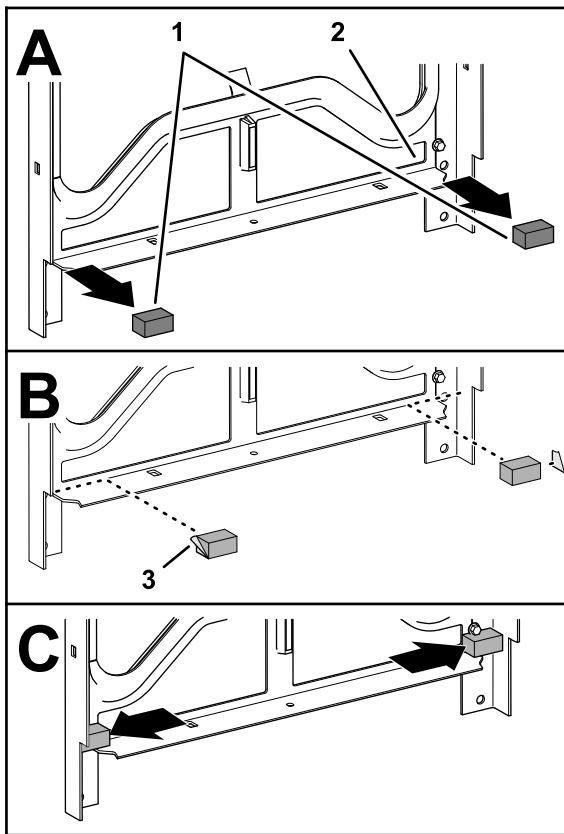

Bild 25
- Entfernen Sie die beiden Schaumstoffdichtungen an den unteren, inneren Ecken des Befestigungsrahmens (Bild 25).
- Reinigen Sie die Oberfläche des Rahmens, von der Sie die Dichtungen entfernt haben (Bild 25).
- Entfernen Sie das Trägerband der neuen Schaumstoffdichtungen (Bild 25).
- Bringen Sie die Schaumstoffdichtungen wie in Bild 25 dargestellt an.